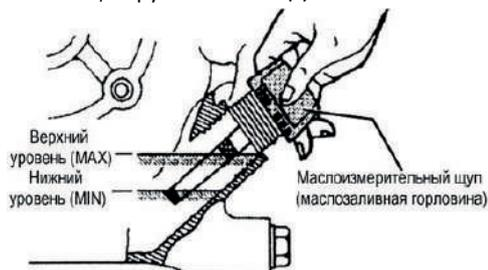

Рис. 3. Уровень масла в двигателе
- проверить уровень масла в двигателе и добавьте, если его уровень низок (см. рис. 3);